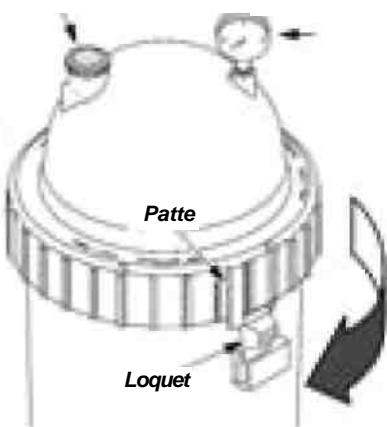

Fig. 2 – Faites tourner la bague Posi-Ring™ jusqu'à ce que la patte s'enclenche derrière le loquet de sécurité.
1. Bloquez la bague Posi-Ring™ en position en la faisant tourner DANS LE SENS DES AIGUILLES D'UNE MONTRE jusqu'à ce qu'elle « s'enclenche » en passant sur le loquet de sécurité (voir figure 2). Dès que la bague est enclenchée, arrêtez de la faire tourner. Vous pouvez avoir l'impression que la bague est un peu lâche, mais elle se serrera d'elle-même une fois que la pompe sera en action et que le filtre sera sous pression.
2. Installez le manomètre et la soupape d'évacuation de l'air (voir la Fig. 2) sur le couvercle du réservoir.
C. Faites tourner la bague Posi-Ring™ dans le sens des aiguilles d'une montre jusqu'à ce qu'elle s'enclenche derrière le loquet de sécurité (voir figure 2).